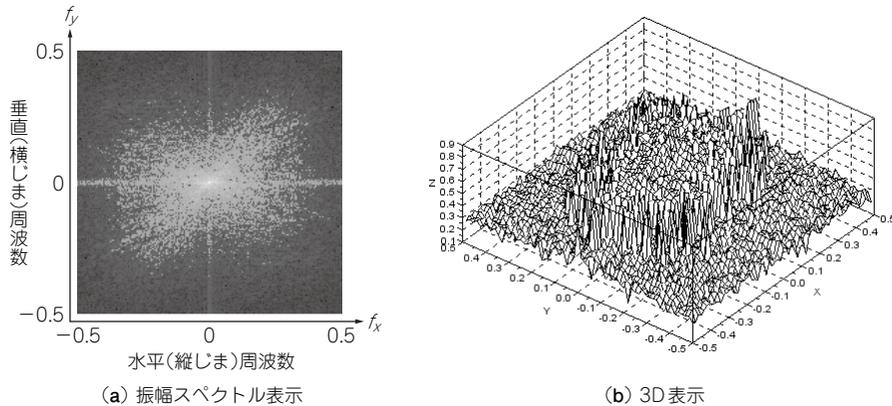

図1.4 【実行例1.2】(画像ファイル「LENNA.img」)
次に, 2次元フーリエ変換して画像スペクトルを求めてみよう(実行例1.2, 図1.4).
- ①, ② 画像(ファイル名「LENNA.img」)を読み込んで変数g1に格納した後, ウィンドウ画面1に表示する. `imload(1)` ; と入力してもよい
- ③ 画像(変数g1)の2次元フーリエ変換したスペクトル値を変数g2に格納する
- ④ 画像スペクトル(変数g2)の振幅特性を濃度として表し, ウィンドウ画面2に表示する[図1.4(a)]
- ⑤ 画像スペクトル(変数g2)の振幅特性の濃度変化を, ウィンドウ画面3に3D表示する[図1.4(b)]
- ⑥ 画像スペクトル(変数g2)をファイル・データとして格納する
- ⑦ 画像スペクトル(変数g2)の2次元フーリエ逆変換した値を変数g3に格納する
- ⑧ 画像データ(変数g3)をウィンドウ画面4に表示して, もとの画像データが復元されていることを確認する